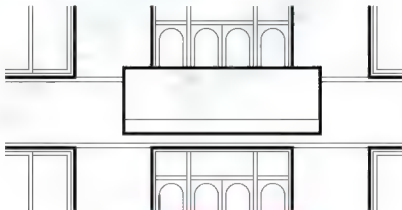

图 4.44 绘制阳台板下部分隔线
(5) 打开【正交】、【对象捕捉】和【对象追踪】功能。
(6) 启动【直线】命令(快捷键 L)。
① 在指定第一点: 提示下, 将光标放到阳台的左下角点, 当出现端点捕捉后不单击, 然后将光标轻轻地向上拖出虚线, 此时输入“300”后按 Enter 键, 指定直线的起点位于距离阳台左下角点垂直向上 300mm 处。
② 在指定下一点或[放弃(U)]: 提示下, 将光标向右拖动, 输入“1200”后按 Enter 键结束命令, 指定直线的长度为 4200mm, 结果如图 4.44 所示。